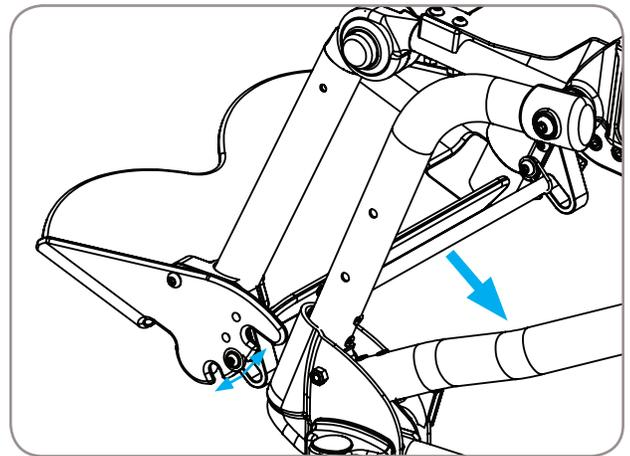

Figure 15
1. Saisir le centre de la barre de réglage et tirer vers l'arrière, consultez la figure 15.